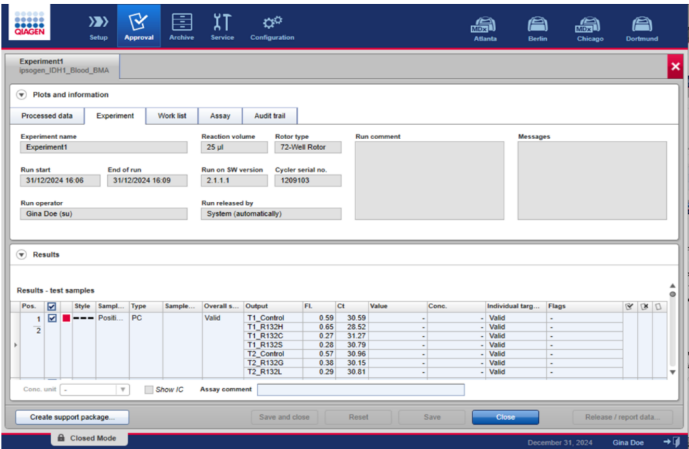
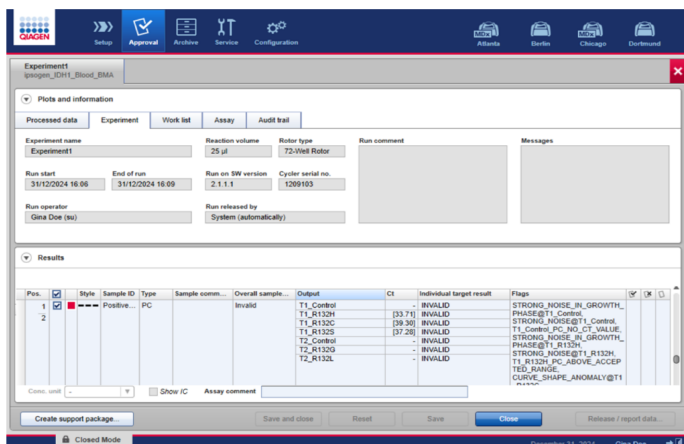

Figura 16. Ventana «Assay Results» válida.
Figura 17. Ventana «Assay Results» no válida.
16. Los datos procesados, la información del experimento, el ensayo y la información de la pista de auditoría se pueden encontrar en la ventana «Plots and information» (gráficos e información). Los resultados del ensayo se pueden encontrar en la ventana «Assay Results» (Resultados del ensayo). Si los resultados del control positivo y del control sin molde se encuentran dentro de un rango aceptable, la columna «Overall sample result» (Resultado general de la muestra) indicará «valid» (válido) (Figura 16); de lo contrario, aparecerá un resultado «INVALID» (no válido) (Figura 17)